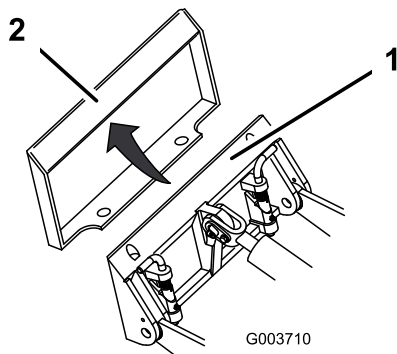

Figure 15
4. Placez la plaque de montage dans le bord supérieur de la plaque réceptrice de l'accessoire (Figure 15).